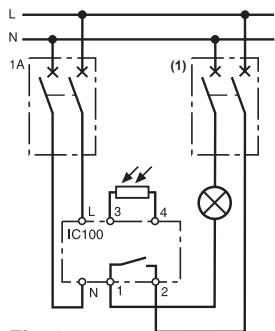

Fig. 1
- Puissance ≤ 16 A, Cos φ = 1 (Fig. 1).